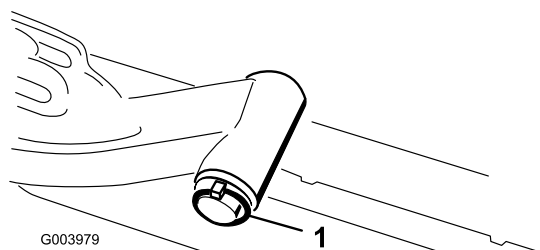

Figura 18
- A. Togliete la coppiglia ad anello e la rondella che fissano l'albero di articolazione al braccio di sollevamento ed estraete l'albero dal braccio di sollevamento (Figura 18).
- C. Inserite l'albero del braccio di sollevamento nel braccio di sollevamento e fissatelo con la rondella e la coppiglia ad anello (Figura 18).